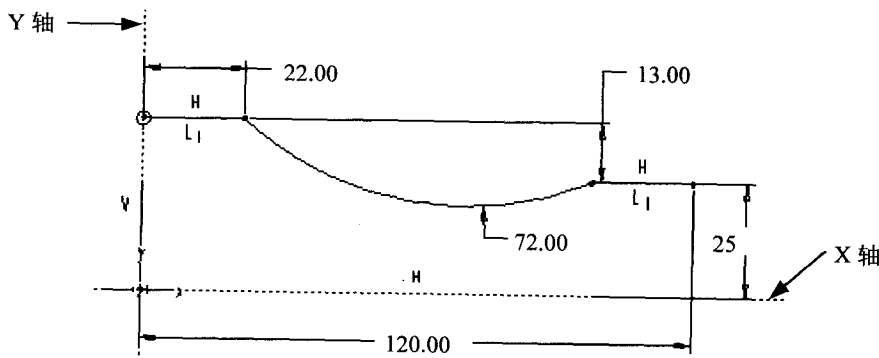

图 1-2
- ① 新建一个零件模块。
- ② 执行“插入”→“基准”→“图形”。
- ③ 输入名称为 Graph1。
- ④ 以 在图面绘制一个坐标,并以 在 x 轴及 y 轴建立创建线。
- ⑤ 以直线绘制如图 1-2 所示线段并标注尺寸。